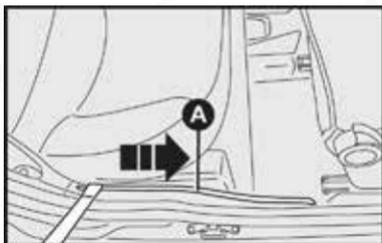

fig. 21
**ATENCIÓN:** Antes de ajustar y abrocharse el cinturón de seguridad del pasajero delantero, asegúrese que el tejido del cinturón de seguridad no esté torcido o atorado en algún punto (por ejemplo, en la palanca de ajuste al costado del asiento) que impida su libre movimiento. Particularmente, asegúrese que el tejido haya recorrido toda la extensión de la guía de movimiento A fig. 21. Evite cualquier tipo de trabas que puedan afectar la funcionalidad del cinturón de seguridad en un accidente.